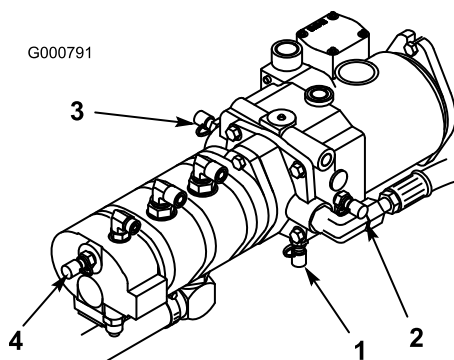

Figura 82
4. Il foro diagnostico D si trova in fondo alla trasmissione idrostatica (Figura 82) e misura la pressione di carica della trasmissione.
5. Il foro diagnostico E misura la pressione di marcia avanti (Figura 82).
6. Il foro diagnostico F misura la pressione di retromarcia (Figura 82).
7. Il foro diagnostico G misura la pressione del circuito dello sterzo (Figura 82).